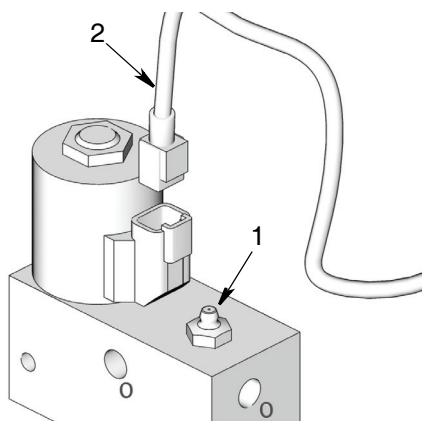

FIG. 4
5. Collegare il connettore (2) del cavo alla valvola solenoide (1) (FIG. 4).